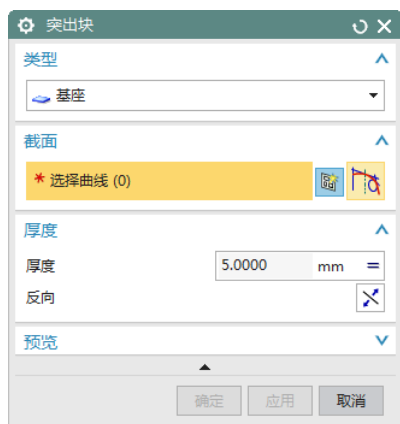

图 3-10 “突出块”对话框
(1) 选择“菜单(M)”→“插入(S)”→“突出块(B)”，或者单击“主页”选项卡“基本”面组上“突出块”按钮，打开如图 3-10 所示“突出块”对话框。